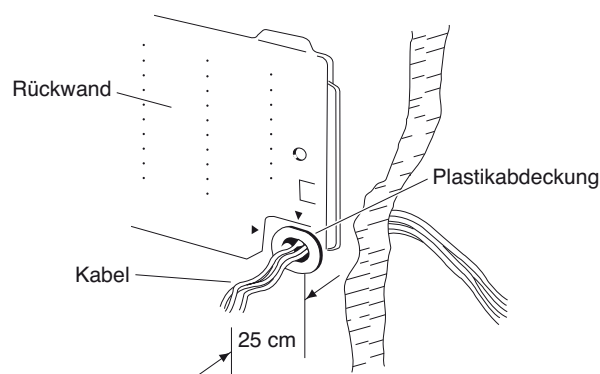

Abb. 25
- (3) Schieben Sie die Verbindungskabel in das durch die Wand führende PVC-Rohr. Ziehen Sie die Stromkabel in den Raum, bis der Abstand von der Wand ungefähr 25 cm beträgt. (Abb. 25)